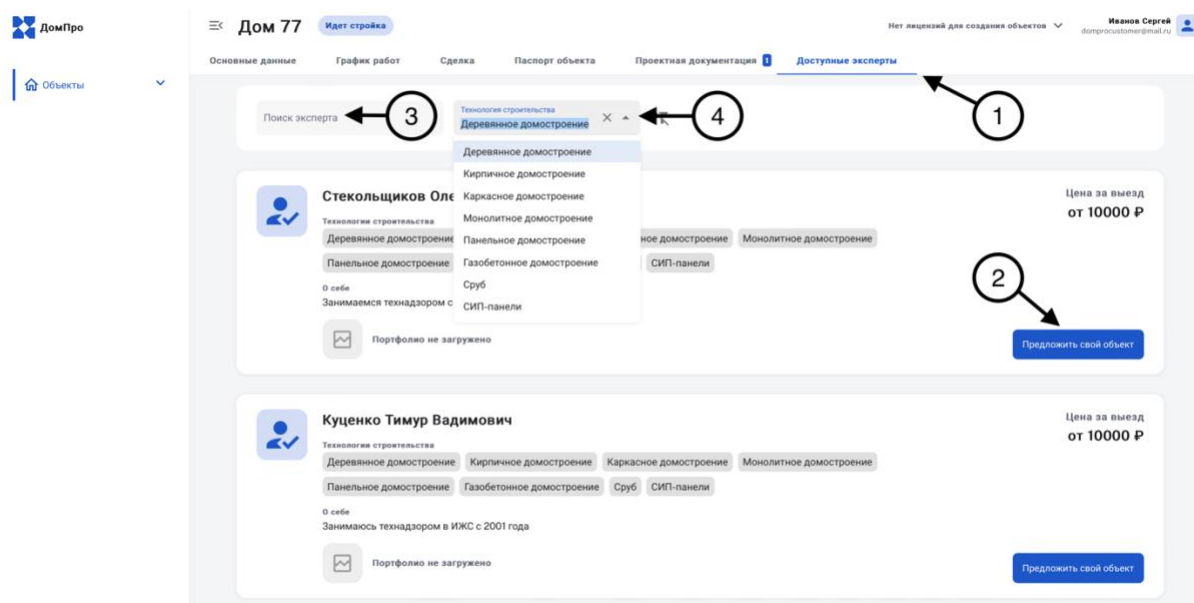

Рисунок 11 - Отправка приглашения эксперту
отправляет ему предложение (2) на подключение к объекту Рисунок 11. Также есть возможность осуществлять фильтрацию экспертов по ФИО, электронной почте (3) или по технологии строительства (4).